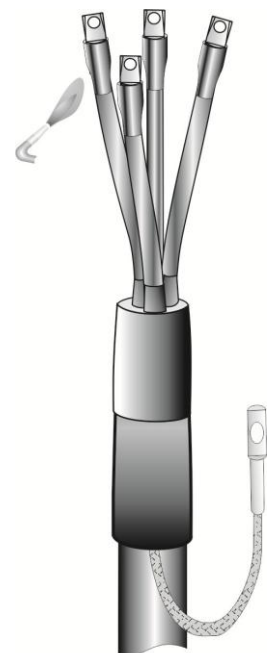

Рис.8
8. Надвинуть манжеты для герметизации наконечников на трубчатую часть наконечников и усадить, начиная от середины. После усадки по торцам манжет должен выступить клей (Рис.8).